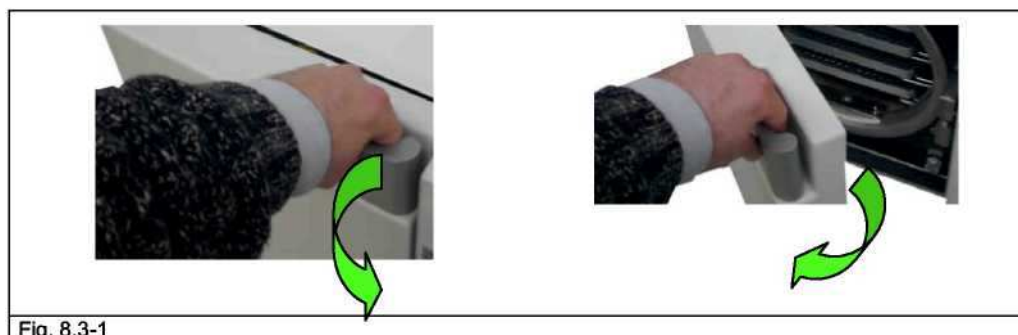

Fig. 8.3-1
1. Включите автоклав кнопкой ПИТАНИЕ (10 на Fig. 7.1-1) и откройте дверцу (Fig. 8.3-1).